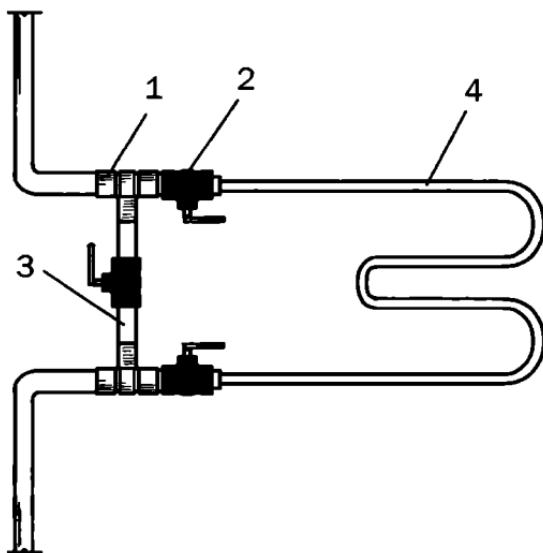

Рис. 30. Байпас: 1 — тройник; 2 — кран; 3 — сгон; 4 — полотенцесушитель
1. Смонтируйте байпас (рис. 30), т. е. обводную трубу, по которой пойдет вода в том случае, если доступ к полотенцесушителю будет перекрыт. В качестве подводки к нему используются трубы из нержавеющей стали. Для монтажа потребуются 2 тройника, 3 крана (два из них